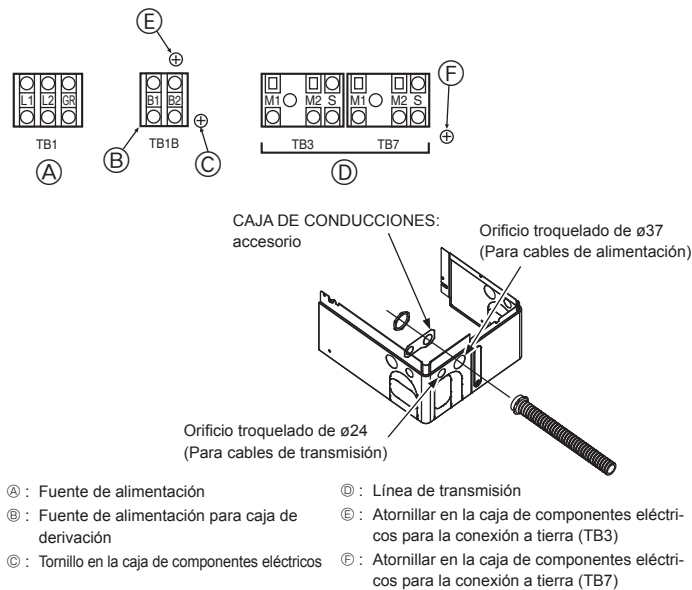

Fig. 6-1
- ⑨ Antes de activar la unidad exterior, compruebe que haya desactivado las unidades interiores y las cajas de derivación.
6.2. Caja de control y posición de conexión de los cables (Fig. 6-1)